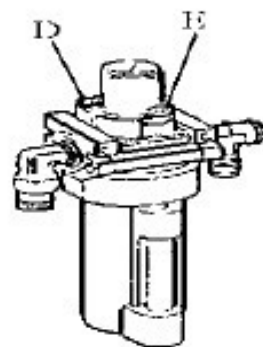

рис. 9
Для продолжения работы каждый раз нажимайте на педаль 2 раза и слейте каплю масла, или с помощью плоской отвертки отрегулируйте болт (D), который контролирует подачу масла. (Рис. 9)